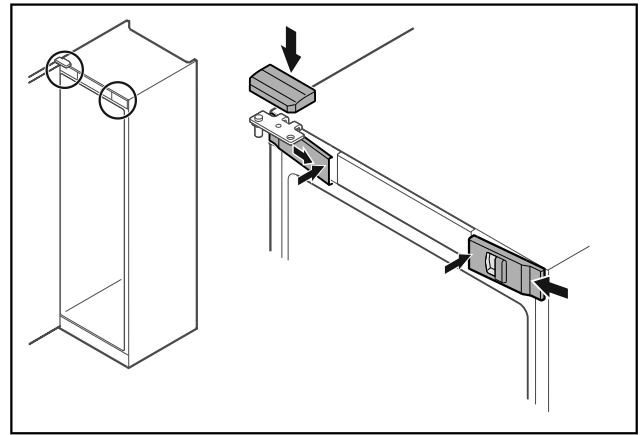

Fig. 47
- ▶ Akassza be oldalt az előző burkolatokat Fig. 47 (1), és belül pattintsa be.
- ▶ Felülről pattintsa be a felső burkolatot Fig. 47 (2).